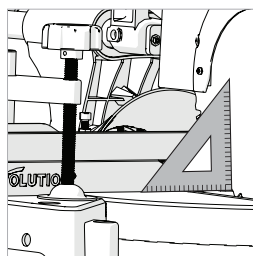

Fig. 13
- Coloque una escuadra de ajustador sobre la mesa con el canto de una de las ramas apoyado en la guía y el de la otra rama en el disco (evitando los dientes de carburo de tungsteno). **(Fig. 13)**